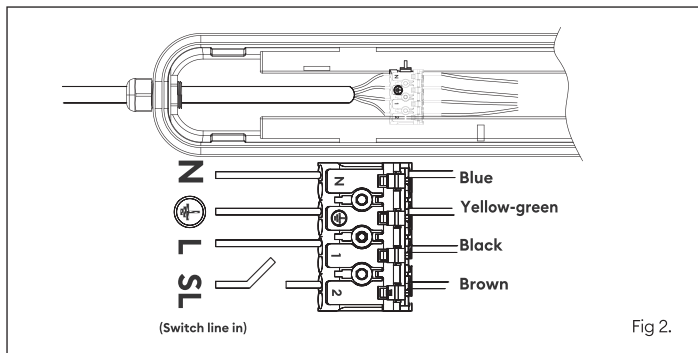

Fig 2.
7. Use a 20mm hole saw to cut desired opening (side or rear entry) in base. Install one of the supplied cable glands and feed cable through (Fig 2).
11. Connect the mains supply to the terminal block located in the base (Fig 2).
7. Utilisez une scie-cloche de 20 mm pour découper l'ouverture souhaitée dans la base (entrée latérale ou arrière). Installez l'un des presse-étoupes fournis et faites passer le câble (fig 2).
11. Raccordez l'alimentation secteur au bornier situé dans la base (fig 2). N = neutre, \oplus = terre, L1 = sous tension permanente, L2 = sous tension commutée.
7. Con una sega a tazza da 20 mm tagliare l'apertura desiderata (ingresso laterale o posteriore) nella base. Installare uno dei pressacavi in dotazione e far passare il cavo (Fig 2).
11. Collegare l'alimentazione di rete alla morsetteria situata nella base (Fig 2). N = neutro, \oplus = terra, L1 = tensione permanente, L2 = tensione commutata.